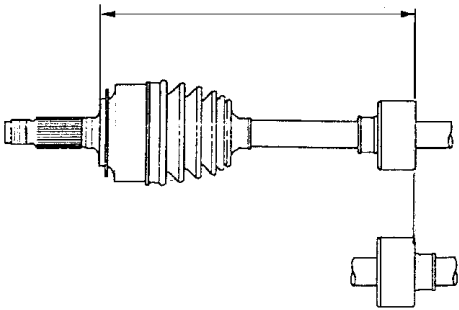

图 6-69 调整半轴长度
- 5) 如图 6-69 所示，调整半轴长度到 516~520mm。